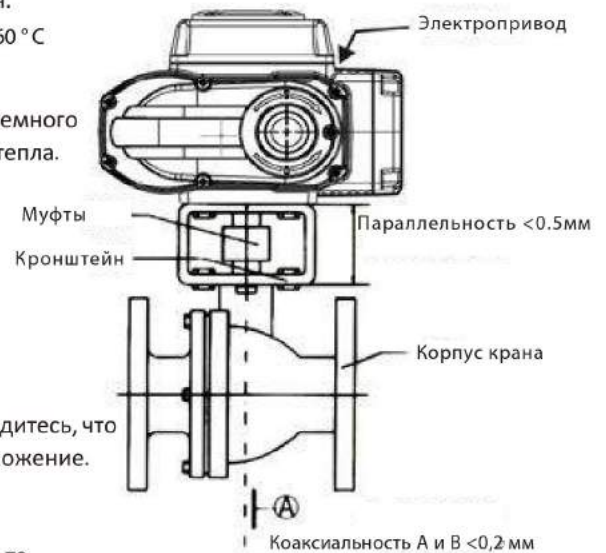

Рисунок 3
3. Установка корпуса крана (Рисунок 3)